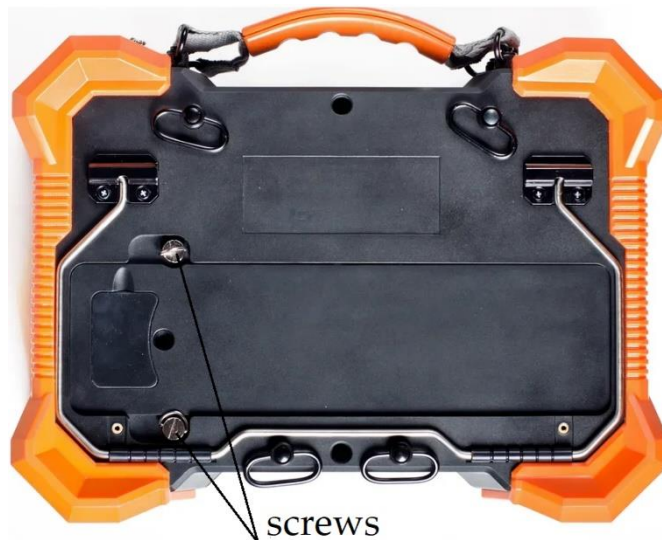

Рисунок 59. Замена аккумулятора.
- Открутить винты (см. Рисунок 59), используя шлицевую отвертку или пальцы (D-образные кольца позволяют откручивать винты без отвёртки),